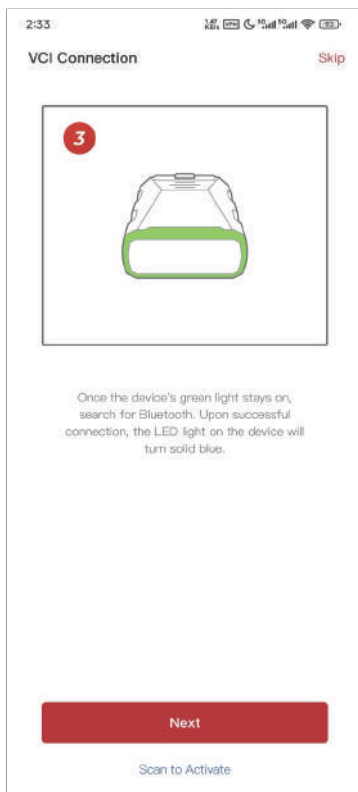

Figure 3-6
- ③ Stellen Sie sicher, dass die LED am Gerät durchgehend grün leuchtet, und suchen Sie nach Bluetooth. Sobald die Verbindung hergestellt ist, leuchtet die LED am Gerät durchgehend blau (siehe Abbildung 3-6).